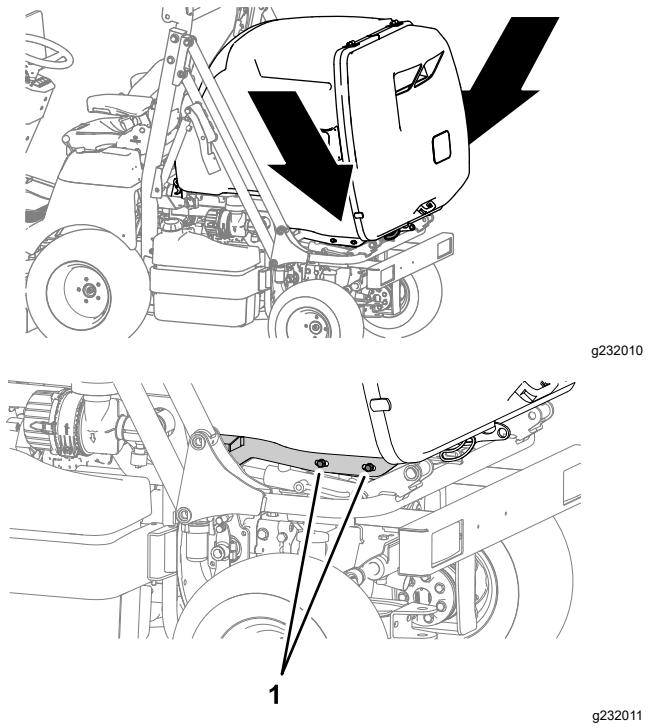

図 136
1. ホッパーの昇降サポートをピボットフィッティングに固定しているボルト4本をゆるめる図 136。
3. ボルト4本を締め付ける図 136。